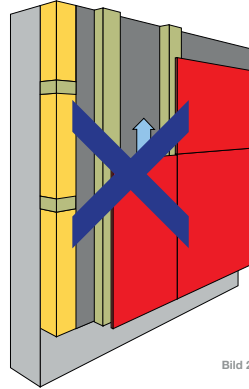

Bild 2
**RICHTIGE LATTUNG/KORREKTES EPDM BAND MIT 1,2 mm DICKE UND JE SEITE 10 mm ÜBERSTEHEND (Seite 50 Bild 2)**